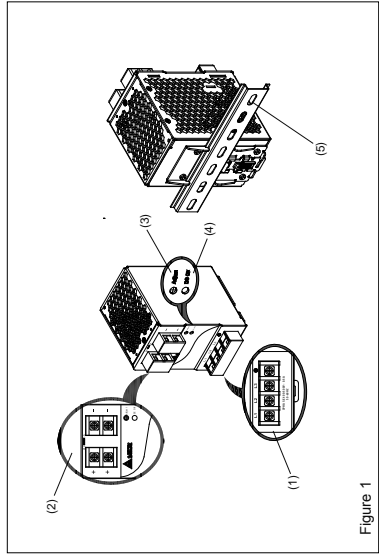
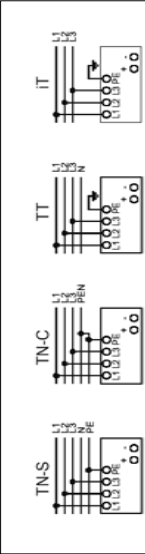

Figure 1
Figure 5
- 2. Gerätebeschreibung (Abb. 1)**
- 5.1. Anschluss der Eingangsklemmen (Abb. 1, Abb. 5)**
- Verwenden Sie die Eingangskabeln L1, L2, L3 und PE (Schutzleiter), um den 3-phasigen 400-500Vac-Anschluss herzustellen. Abb. 5 zeigt den Anschluss an die unterschiedlichen Netztypen.
- 2. Device description (Fig. 1)**
5.1. Input connection (Fig. 1, Fig. 5)
Use L1, L2, L3 and PE connections of input terminal connector (see Fig. 5) to establish the 3 x 400-500Vac connection. Fig. 5 shows the connection to the various network types.